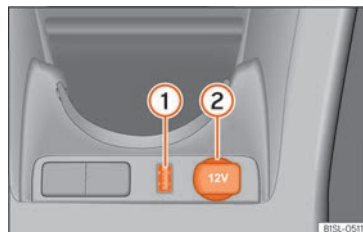

Fig. 132 Consola central davantera: presa de corrent de 12 volts al portaobjectes i interfície USB.
La presa de corrent de 12 volts es troba al portaobjectes, a la part davantera de la consola central »» fig. 132 ❷ i només funciona quan l'encesa està connectada.